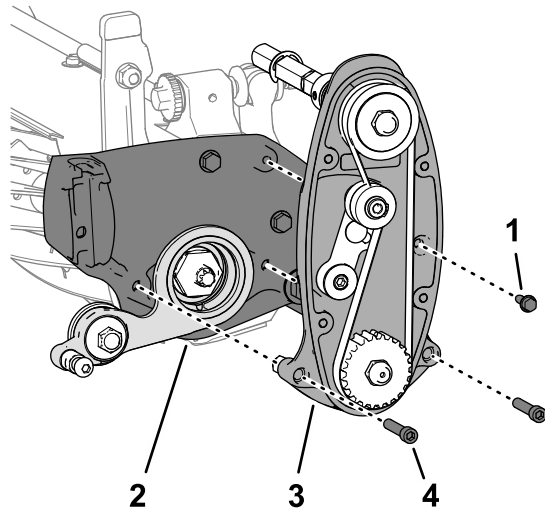

Figura 17
1. Allineate il gruppo tendicinghia sull'apparato di taglio come illustrato nella Figura 17.
2. Assemblate il gruppo tendicinghia e la trasmissione del cilindro all'apparato di taglio (Figura 17) con le 2 viti ad esagono incassato (5/16" x 1 1/2") e i dadi di bloccaggio (5/16") che avevate rimosso in 3 Rimozione della trasmissione del cilindro (pagina 5).
3. Assemblate la trasmissione del cilindro all'apparato di taglio (Figura 17) con la vite a testa flangiata (1/4" x 3/4").